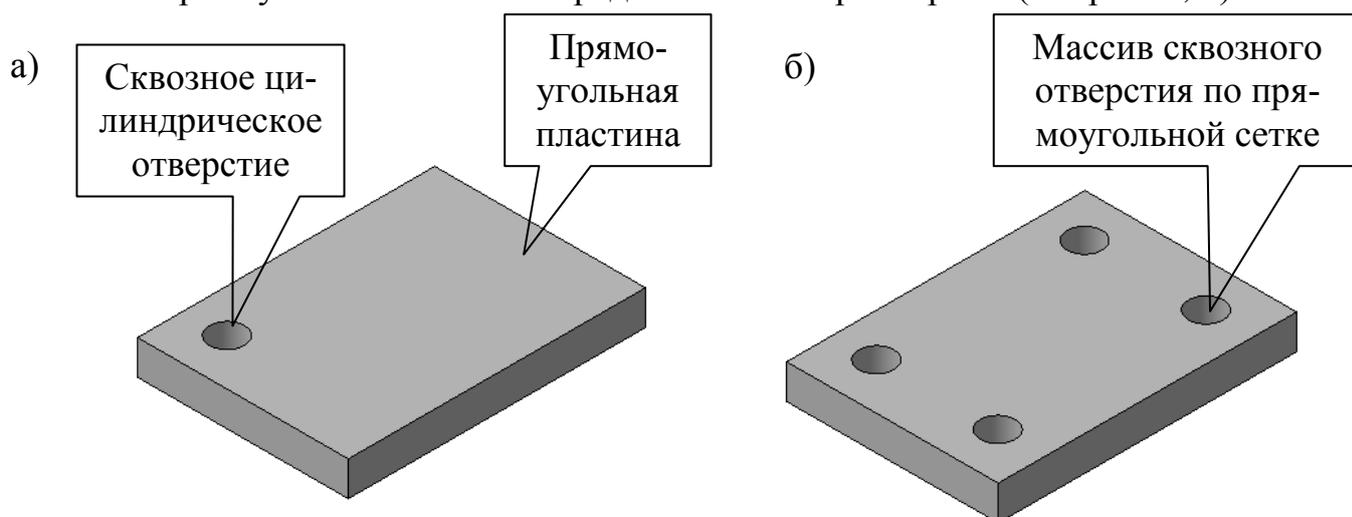

Рис. 9
5. Каким образом в системе КОМПАС-3D 9.0 должно быть построено сквозное цилиндрическое отверстие в трехмерной модели плоской прямоугольной пластины (см. рис. 9, а), чтобы при дальнейшем использовании операции **Массив по сетке** стало возможным создание нескольких копий этого отверстия по прямоугольной сетке с определенными параметрами (см. рис. 9, б)?